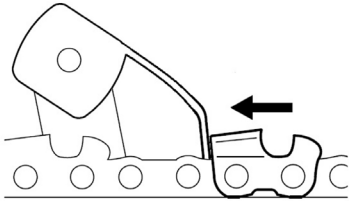

Рис. 20 Упор цепи
- 5.левой рукой потяните цепь влево до тех пор, пока зуб, с которого нужно начать заточку, не упрется в упор цепи (Рис. 20). После чего, правой рукой зафиксируйте цепь в этом положении переводом рукоятки зажимного устройства вправо в положение «LOCK».
также не упрется в упор цепи (Рис. 20). Затем, правой рукой зафиксируйте цепь в этом положении переводом рукоятки зажимного устройства вправо в положение «LOCK».